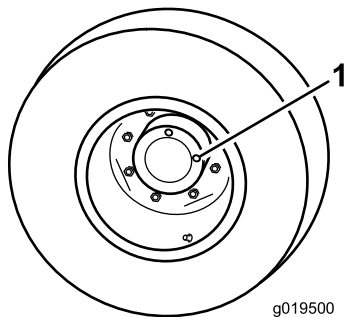

図 12
1. 水平な床面で、点検プラグ 図 12 の1つが時計の12時を指し、もうひとつが3時を指すようにマシンを駐車する。
2. 3時の位置にあるプラグを外す 図 12。オイルが点検穴の下ふちまであれば適正である。